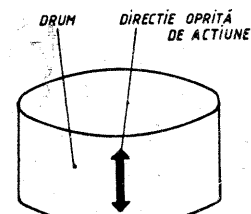

FIG. 3
- Capul video este confecționat dintr-un material foarte subțire; este complet interzis a se șterge pe verticală, fig.3.